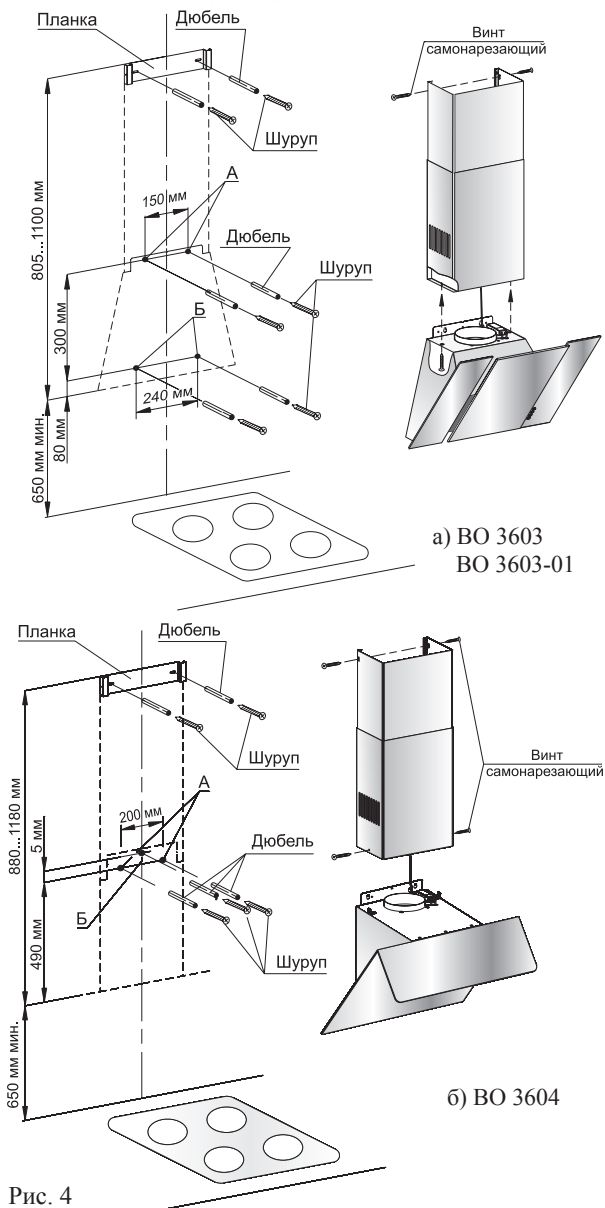

Рис. 4
**ВНИМАНИЕ!** МИНИМАЛЬНОЕ РАССТОЯНИЕ МЕЖДУ ПЛОСКОСТЬЮ УСТАНОВКИ ПОСУДЫ НА ПЛИТУ (НАГРЕВАТЕЛЬНОЙ ПОВЕРХНОСТЬЮ) И ВОЗДУХООЧИСТИТЕЛЕМ ДОЛЖНО БЫТЬ 65 см. ВОЗДУХООЧИСТИТЕЛЬ КРЕПИТЬ НА РОВНУЮ ПОВЕРХНОСТЬ (РИС.4).
- 6.3 С учетом установочной высоты и центральной линии разметьте на стене отверстия (А и Б) (рис.4).
- 6.4 Просверлите отверстия диаметром 8 мм: А на глубину 70 мм, Б на глубину 50 мм, рис.4.
- 6.5 В отверстия вставьте дюбели согласно рис.4. и по отверстиям А заверните не до упора два шурупа, на которые навесьте воздухоочиститель со снятыми фильтрами.